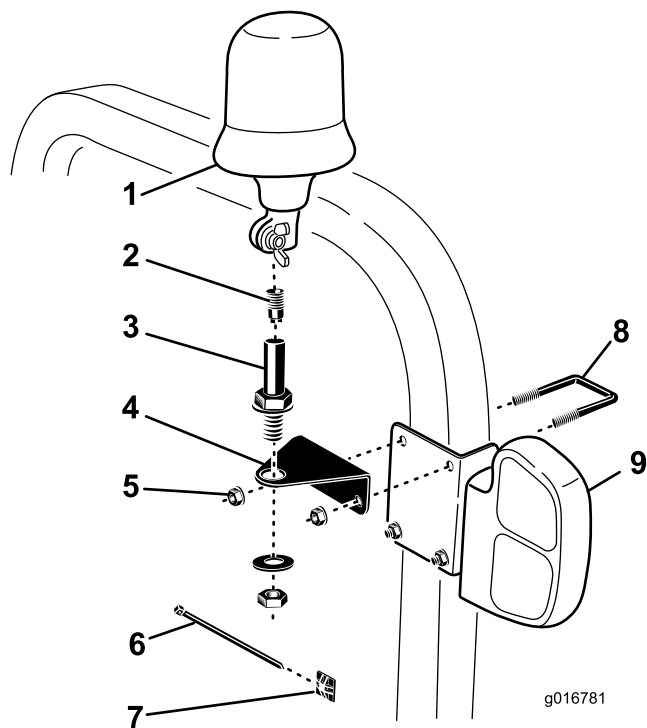

図 7
- ROPS 用ビーコンブラケットを、右側 ROPS の裏側に テールライトブラケットを ROPS に固定している下側の U ボルトとナット 3/8 インチ 2 個を使用する 図 7。
- ビーコンのソケットからビーコン用コネクタを外す 図 7。
- ビーコン用ブラケットにソケットを取り付ける付属のジャムナットを使用する 図 7。
- ビーコンをソケットに接続し、蝶ナットで固定する 図 7。
- ROPSにパッド2枚を貼り付け、ケーブルタイを使ってワイヤハーネスをパッドに固定する 図 7。